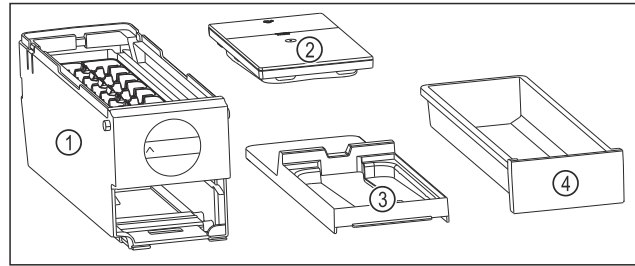

Fig. 199 Componente ale EasyTwist-Ice
- EasyTwist-Ice este dezamblat în patru piese. (vezi Fig. 199)
- Dezamblați EasyTwist-Ice numai în componentele ilustrate. (vezi Fig. 199)
- Curățați corpul EasyTwist-Ice Fig. 199 (1) ca un întreg.